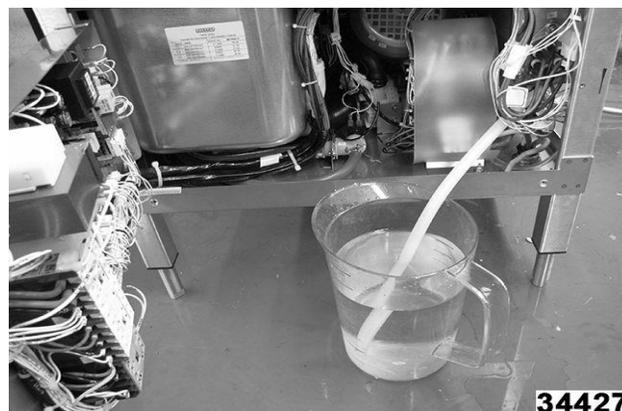

Fig. 109
7. Con cuidado, baje la manguera de drenaje al contenedor y deje que se vacíe el tanque del sobrecalentador. Fig. 109